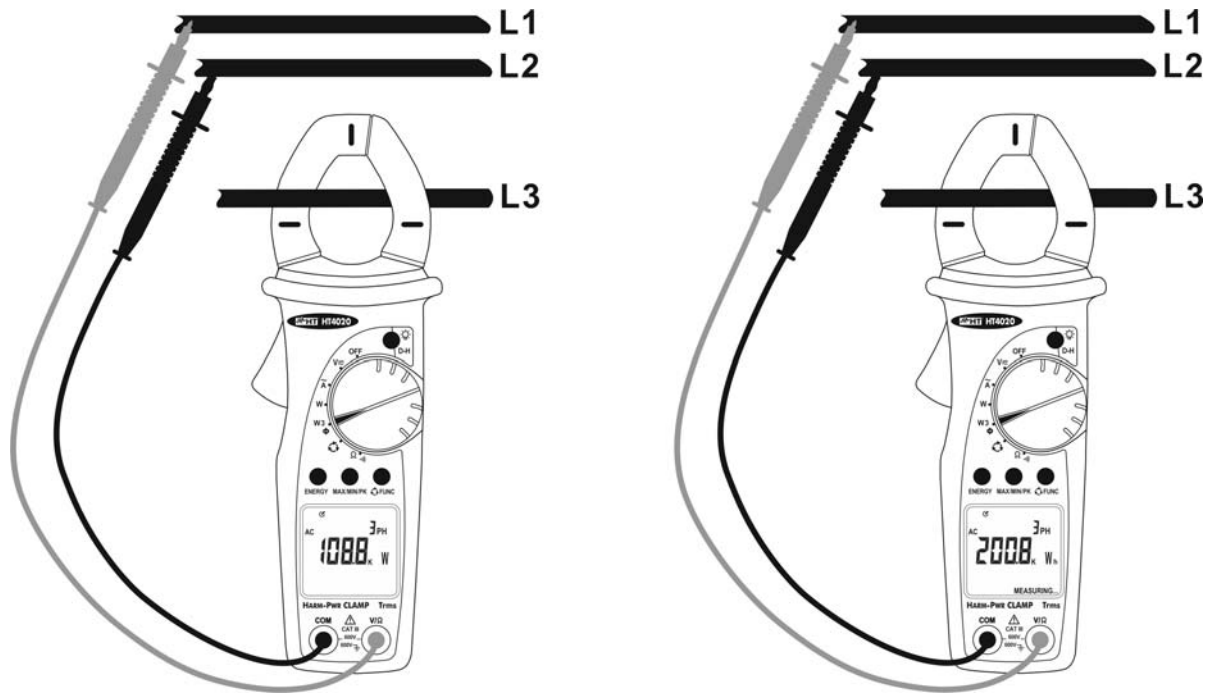

Abb. 12: Leistungs und Energiemessung in 3 phasigen symmetrisch belasteten Systemen
2. Öffnen Sie die Zangenbacken und umschließen Sie damit die Phase L3. Achten Sie dabei auf die Ausrichtungsmarkierungen auf den Zangenbacken. (siehe § 4.1.2 und Abb. 12)
4. Verbinden Sie die rote Prüfspitze mit der Phase L1 und die schwarze Prüfspitze mit der Phase L2 (s. Abb. 12). Der gemessene Wirkleistungsfaktor und das Symbol **AC** werden auf dem Display angezeigt.